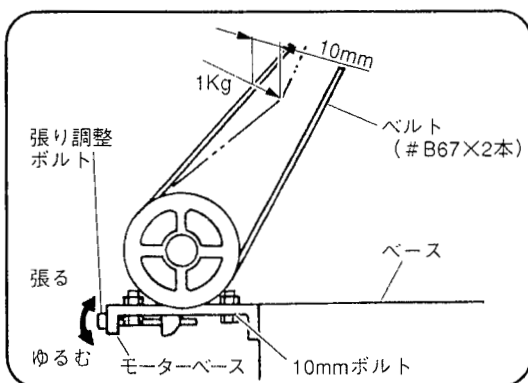

図 57
- モーターを取付けている 10mm ボルト（4 個）をゆるめ、張り調整ボルト（10mm）をまわして、ベルトの張りを調整します。（図57）1 kg で押したときに 10mm たわむよう調整します。